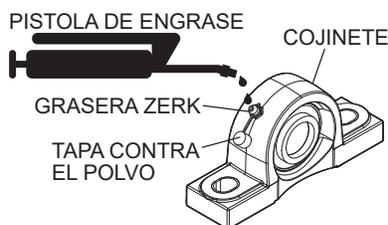

Figura 10. Lubricación de cojinetes
1. Quite las tapas contra el polvo ubicadas encima de los nuevos cojinetes de eje transversal (Figura 10).